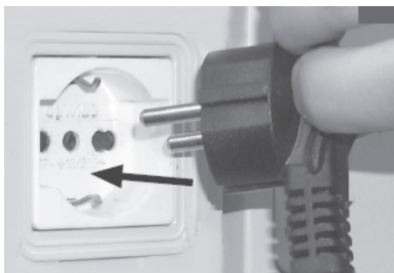
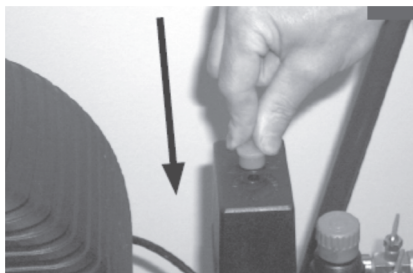

Рис. 3
Рис. 4
- Вставьте вилку электрокабеля питания в соответствующую розетку, имеющую контакты заземления (рис. 3), предварительно проверив, что выключатель реле давления (рис. 4) находится в положении выключено «O» (OFF);